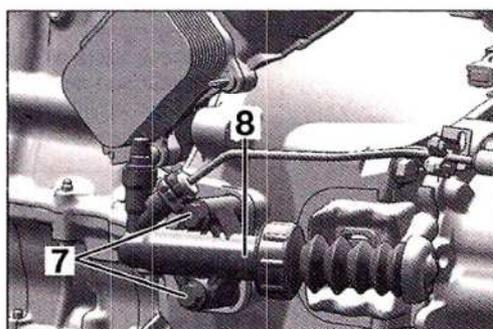

FIG. 3
- Separar el conjunto del cableado del calculador (5).
- Desmontar el soporte de batería (6).
- Desmontar los tornillos (7) (Fig.3), del receptor de embrague.